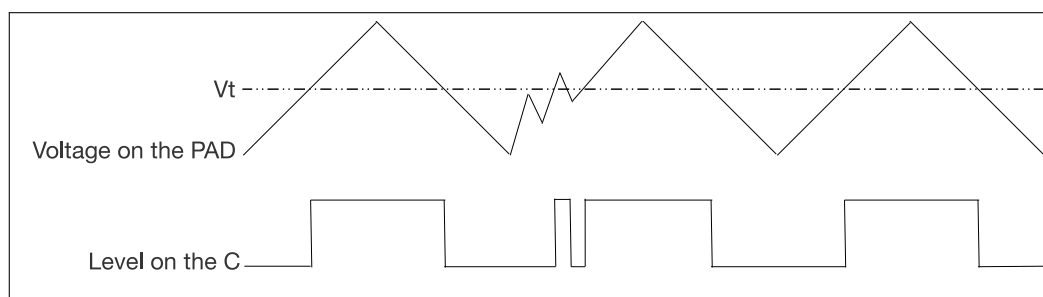

图 5.10-1. 未使能迟滞功能时 PAD 上的电平翻转示例
每个 GPIO 管脚都具有迟滞功能。当未使能迟滞功能时, 如图 5.10-1 所示, 芯片焊盘 (PAD) 上输入给芯片内部的信号 (C) 的电平翻转只有一个阈值 (V_t , 约 1.7 V)。当 PAD 的电压高于 V_t 时, C 的电平为高, 否则为低。但如果 PAD 上的信号有噪声, 可能会影响 C 上的信号。